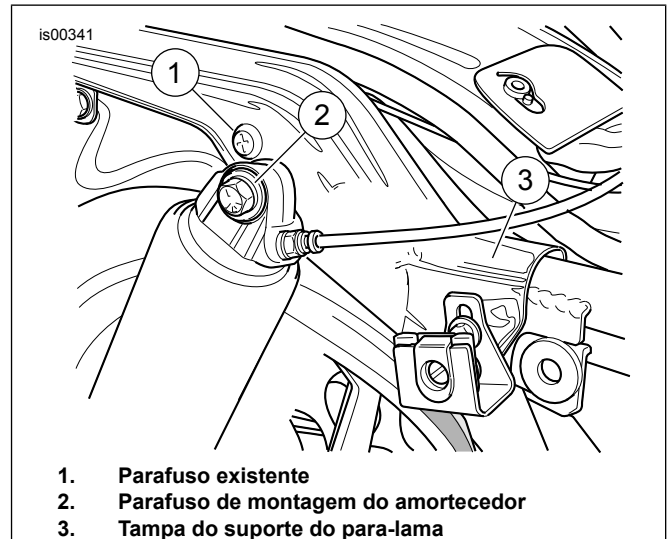

**Figura 4. Passagem da mangueira de ar para modelos 2003 e posteriores**
- c. **Para modelos 2003 e posteriores:** consulte Figura 4 . Remova a mangueira de ar (1) do amortecedor do lado esquerdo da válvula de ar e redirecione-a debaixo da montagem do amortecedor superior. Utilize a abraçadeira (2) para ancorar a mangueira de ar como mostrado e impeça que fique dobrada ou pressionada. Reinstale a mangueira de ar na válvula de ar e instale a válvula de ar no furo marcado com "F" no suporte do lado esquerdo.